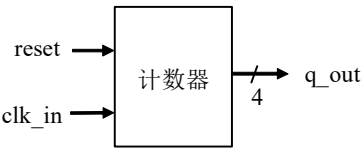

图 2
19. 设计一个十进制计数器，外围端口如图 2 所示。`clk_in` 为输入时钟信号，`reset` 为异步复位信号，`q_out` 为输出结果。当 `reset` 为低电平时，计数器复位，输出为 4'b0000；当 `reset` 为高电平时，计数器正常计数。编写实现该计数器的 Verilog 程序。